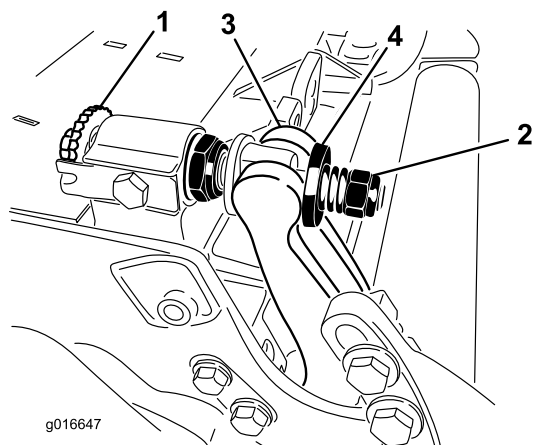

図 30
1. ベッドバー調整ねじを左に回して下刃とリールの接触を完全になくす 図 30。
2. スプリングテンションナットをゆるめて、ワッシャがベッドバーを全く押さないようにする 図 30。